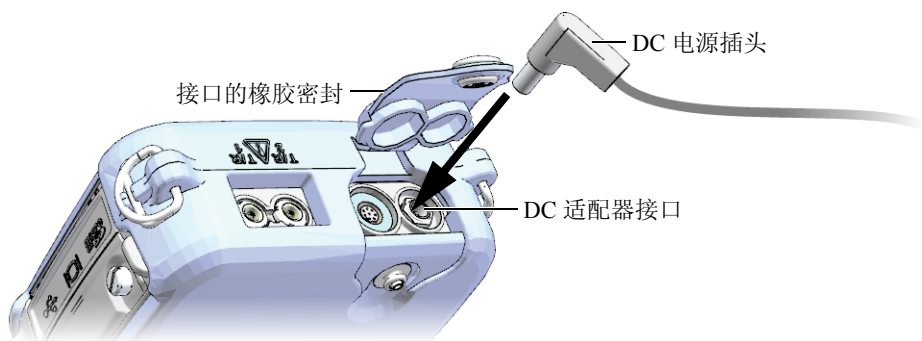

图 2-3 接入 DC 电源插头
2. 在 38DL PLUS 仪器上，打开仪器顶部盖住 DC 适配器接口的橡胶密封盖（参见第 25 页的图 2-3）。
3. 将充电器/适配器的 DC 电源插头插入到 DC 适配器接口中（参见第 25 页的图 2-3）。